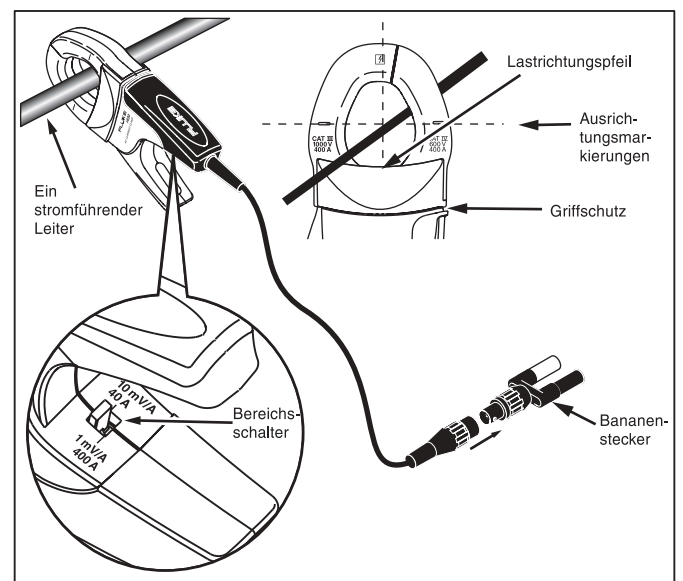

Abbildung 1. i400s Setup
- Die Stromzange nicht vor dem Griffschutz halten, siehe Abbildung 1.
Zum Gebrauch der i400s siehe „Empfehlungen“ und Abbildung 1:
Zur Vermeidung von Stromschlag und Körperverletzungen die Finger stets hinter dem Griffschutz belassen, siehe Abbildung 1.